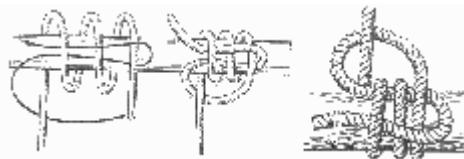

Рис. 57. Фаловый узел
**Фаловый узел** (рис. 57). На парусном корабле прямые паруса, которые ставились между марса-реем и нижним реем, назывались марселями. Смотря по тому, к какой мачте принадлежал парус, он назывался “грот-марсель” на грат-мачте или “фор-марсель” на фок-мачте. Снасти, которой поднимали реи этих парусов, назывались грат-марса-фал и фор-марса-фал. К рею эти снасти прикреплялись фаловым узлом. Как и лисельный, фаловый узел считается надежным морским узлом. Он может сослужить неплохую службу и в нашем быту.